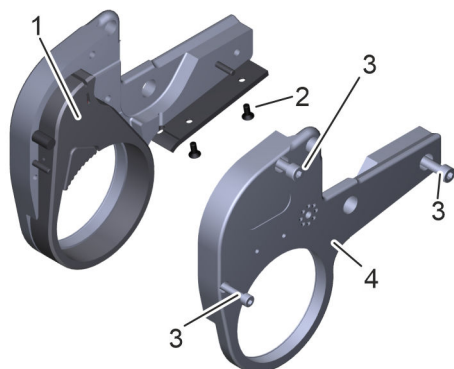

Bild 23: Spärrhuvud
7. ➔ Lossa skruvarna (Bild 23/3) och ta bort locket.
⇒ Spärrskaftet (Bild 23/1) är tillgängligt.
- 10.** ► Säkerställ att spärrskafvet sitter korrekt i spärrhuvudhuset. Stäng locket och säkra med skruvar (Bild 23).
- 11.** ► Montera stödplattan och säkra med skruvar (Bild 23).